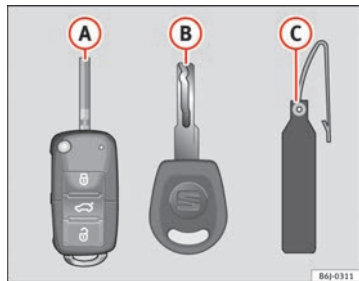

Fig. 45 Set di chiavi
- una chiave con telecomando ⇒ fig. 45 **A**